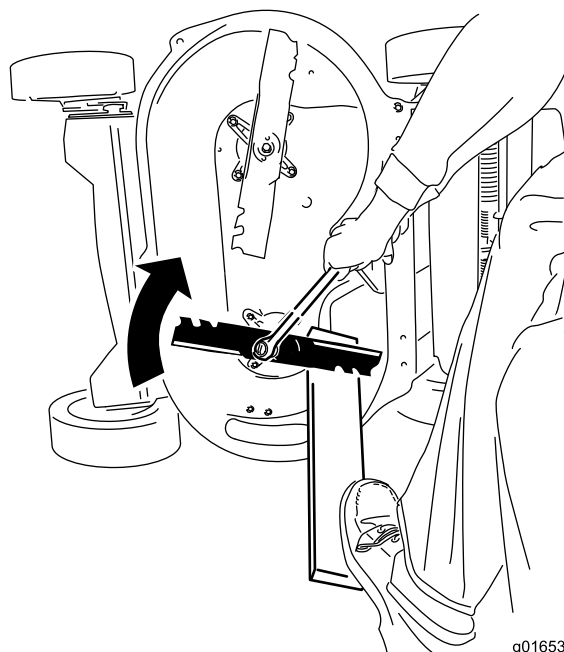

Рисунок 46
2. Удерживайте каждый нож неподвижно с помощью доски и заверните болт крепления ножа по часовой стрелке с помощью динамометрического ключа, как показано на Рисунок 46; затяните болт крепления ножа с моментом 82 Н·м.